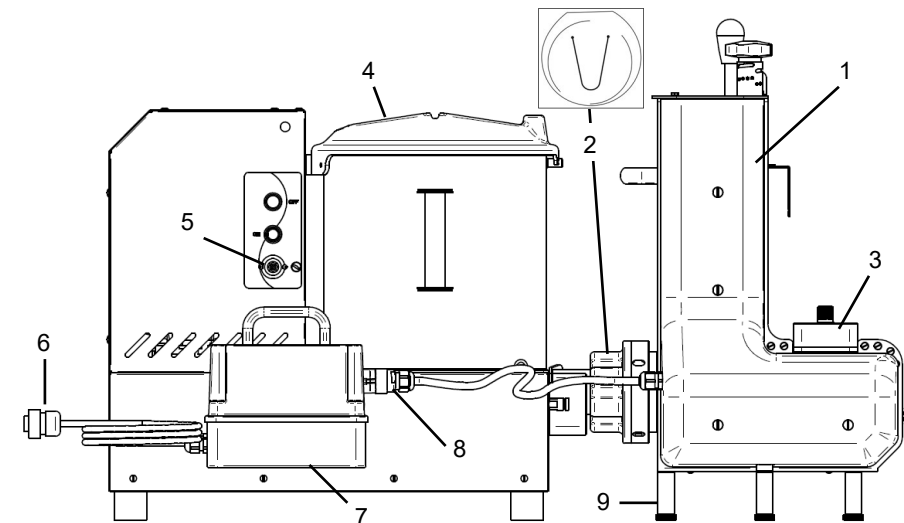
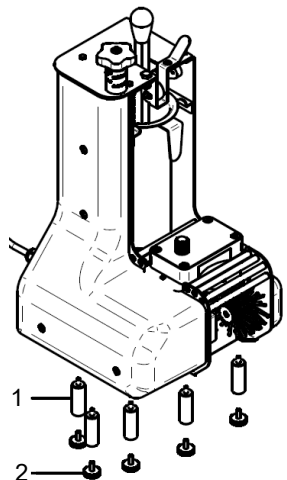

Fig. 5.1.2
Fig. 4.5.1
Le prolunghe piedino (9) vanno montate in caso di macchina con sistema planetario. (Fig. 5.1.2)
In caso di macchina con sistema d'impasto planetario (Fig. 5.1.2) bisogna montare lo spessore (1) ai piedini (2) (Fig. 4.5.1).